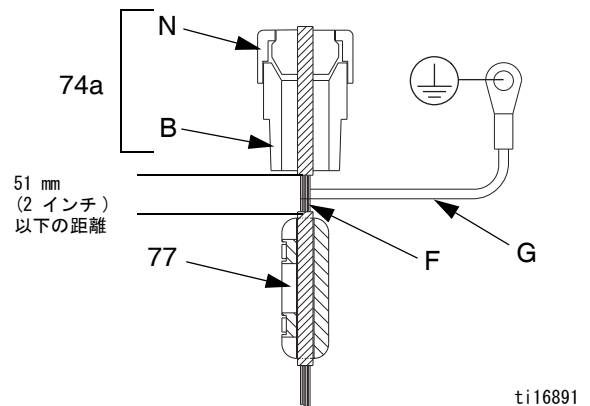

図 13. IS 回路のフィールドワイヤ
19. IS フィールドワイヤ及びシールドを導電性張力緩和装置 (74a) に通し、それを回路基板の J2 と J3 に接続します。図 13 および電気回路図、10 ページを参照してください。
20. 図 13 を参照してください。ナット (N) を導電性のあるストレインリリーフ (74a) 上にしっかりと固定します。導電性張力緩和装置の下から 51 mm (2 インチ) に満たない位置に、フェライト (77) をフィールドワイヤ (F) に取り付けます (74a)。アース線を配電盤の接地ネジに取り付けます。
21. 新しいガスケット (33)、カバー (34)、および 6 本のネジ (12) を取り付けます。
22. 回路基板のカバー (34) から古いラベル (L) を剥がします。カバーに新しいラベル (L) を貼ります。
23. 新しいラベル (L) に記載されている較正情報を入力して、トランスデューサを較正します。
24. 2 本のネジ (12) でカバー (32) を再度取り付けます。